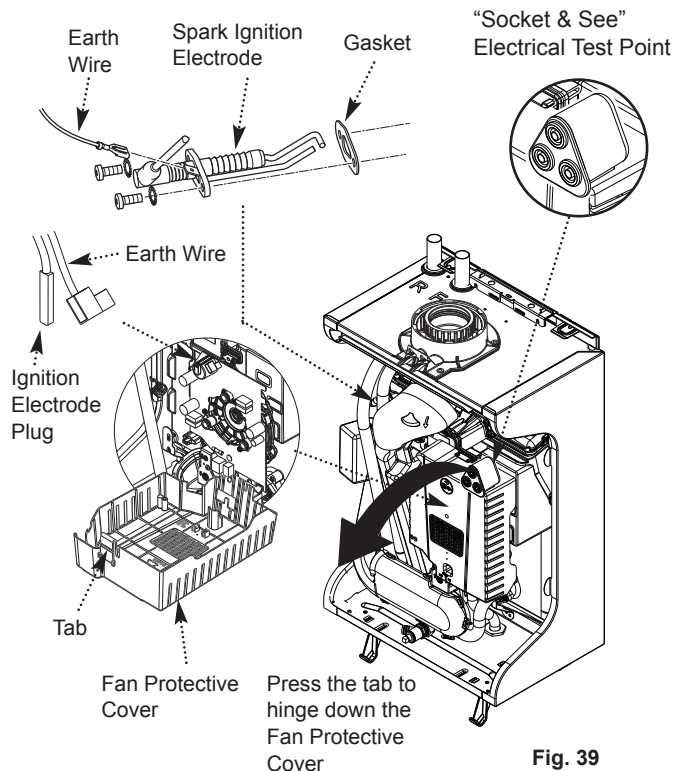

Fig. 39
10.3.1 Spark Ignition Electrode (Fig. 39)